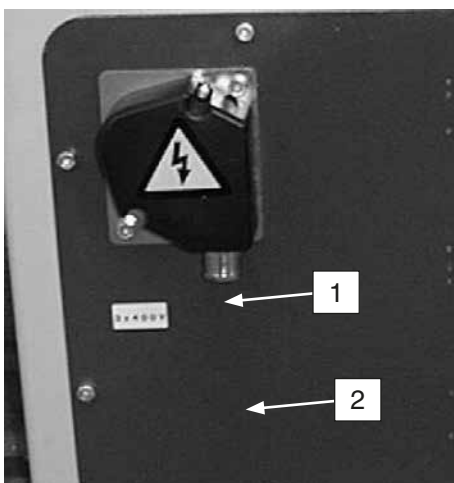

Fig.2
1. Démontez le panneau situé en dessous du panneau de service (1 ) et introduisez le câble dans la presse-toupe (2). Derrière ce panneau se trouve le bornier de raccordement.
2. Raccordez les trois phases aux bornes marquées : L1, L2, L3 (fig.2, bis )
8. N'oubliez pas, après le raccordement du câble, de bien fermer et serrer la presse-toupe (2).